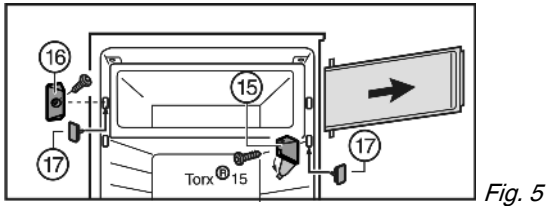

Fig. 5
- ▶ Ouvrir le cache du support d'appui Fig. 5 (15).
- ▶ Dévisser le support d'appui Fig. 5 (15) avec la porte du compartiment.
- ▶ Dévisser l'élément de fermeture Fig. 5 (16).
- ▶ Boucher les trous à l'aide des bouchons Fig. 5 (17) fournis.
- ▶ Monter l'élément de fermeture Fig. 5 (16).
- ▶ Monter le support d'appui Fig. 5 (15) et fermer le cache.